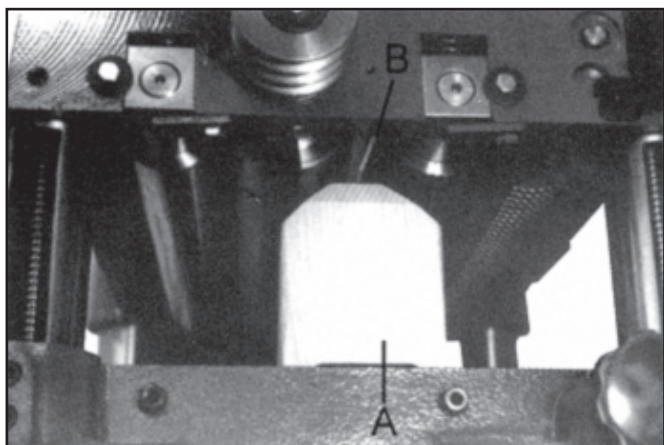

Figura 20
- Mueva el bloque calibrador (A, Figura 20) debajo del partidor (B, Figura 20). La parte inferior del partidor debe tocar apenas la parte superior del bloque calibrador.